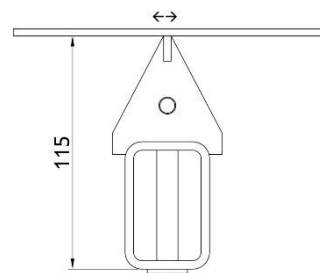

Bild 2. Skrapan monteras på returpartens undersida
2. **Positionering:** Placera plankan på returpartens undersida där bandet är plant, se bild 2. Detta kan innebära att en returrulle måste tas bort för att installera skrapan.